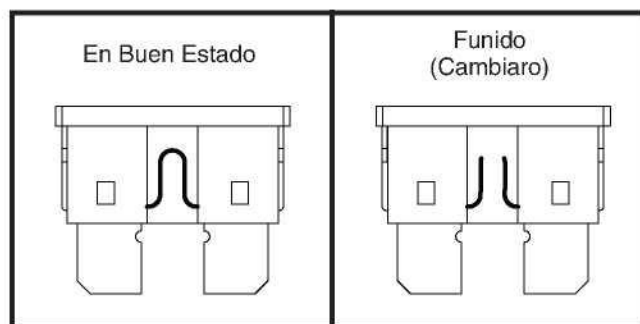

Figura 27. Cambio de fusible
2. Examine el fusible para comprobar si está fundido. **Ver la figura 27.**